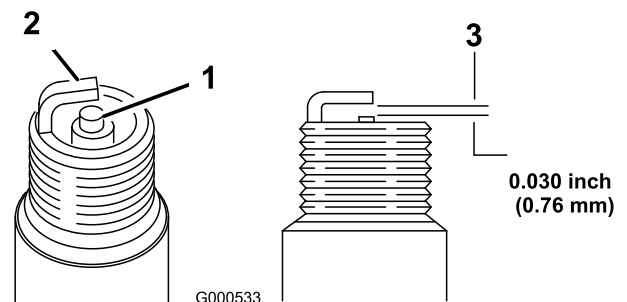

Bild 50
1. Sehen Sie sich die Mitte der Zündkerzen an (Bild 50).
2. Prüfen Sie den Abstand zwischen der mittleren und der seitlichen Elektrode (Bild 50) und biegen Sie die seitliche Elektrode, wenn der Abstand falsch ist.